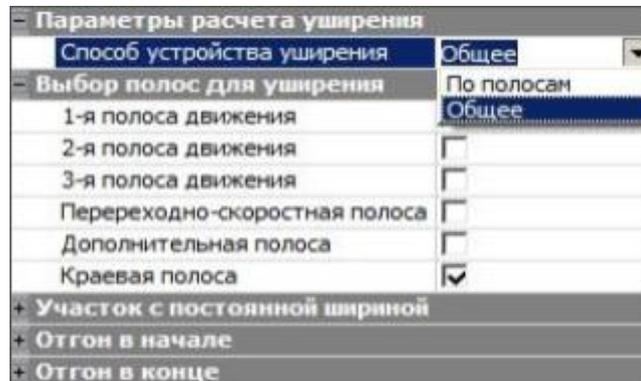

Рис. 9. Параметры интервала уширений
- **общее** – заданное значение будет добавлено в указанную полосу с выбранной стороны, т.е. или слева, или справа (рис. 9).